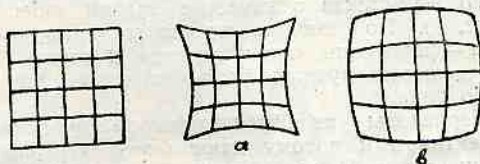

Рис. 10. Дисторсия — выгибание прямых линий изображения внутрь (а) или наружу (б)
1. Она искажает изображение в том смысле, что прямые линии по краям снимка искривляются, выгибаясь внутрь или наружу (рис. 10), это свойство называется дисторсией. По этой причине простые объективы непригодны для репродукции чертежей и пр., а также для съемки зданий и для других съемок, при которых требуется правильная передача природы.